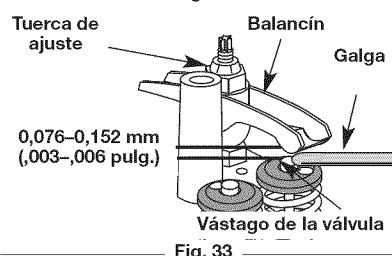

Fig. 33
- Deslice la galga entre el brazo oscilante y el resorte de retorno de la válvula. Mida el huelgo entre el vástago de la válvula y el brazo oscilante (Fig. 33). Realice esto en las válvulas de entrada y de escape.
- Gire la tuerca de ajuste con una llave de 8 mm (5/16 pulgadas) o una guía de tuercas (Fig. 33).